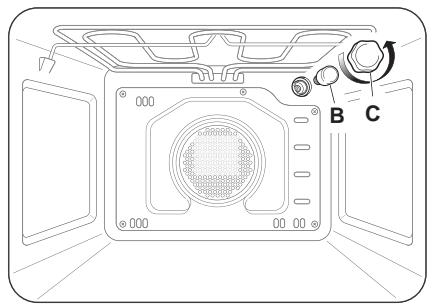

Рис. 4.3
- Снимите защитное покрытие (Рис. 4.3);